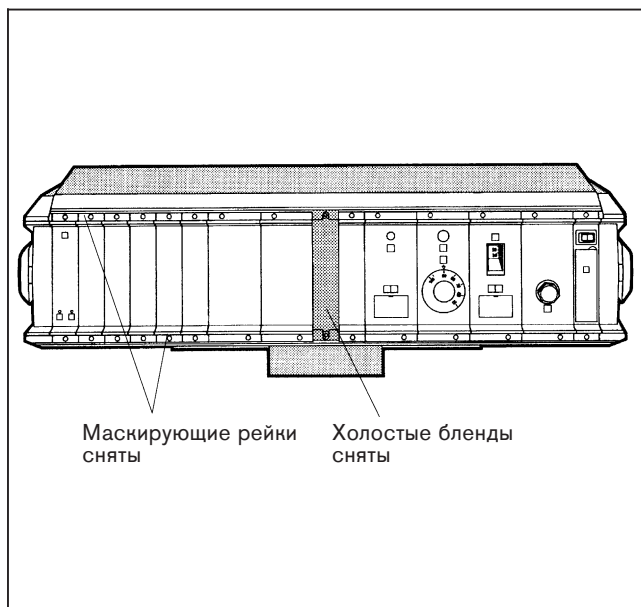

Рис. 1: лицевая сторона регулятора – схематическое изображение
- Снять холостую бленду (рис. 1).